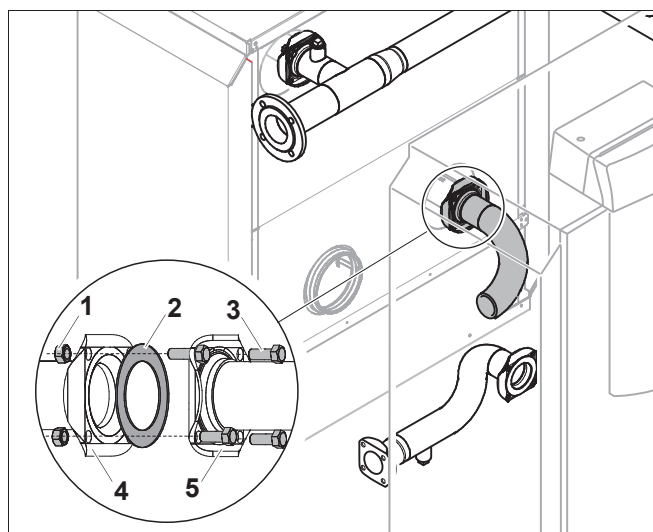

Рис. 10 Монтаж трубы обратной линии на втором котле
- Установите уплотнение (рис. 10, [2]) на обратную линию отопительного котла.
- Соедините фланец трубы обратной линии (рис. 10, [5]) с фланцем обратной линии (рис. 10, [4]) на втором котле четырьмя болтами (рис. 10, [3]) и гайками (рис. 10, [1]).